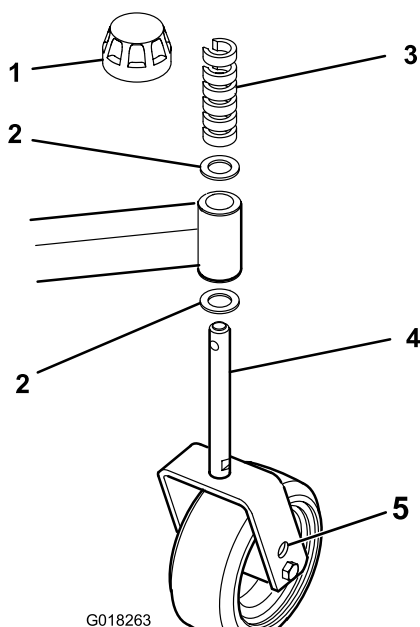

Figura 9
2. Posizionate gli assali delle ruote orientabili negli stessi fori di tutte le forcelle. Fate riferimento a Figura 7, Figura 8 e Figura 9 per determinare i fori adeguati all'impostazione voluta.
1. Rimuovete il cappuccio di tensione dall'asse del fusello (Figura 9).